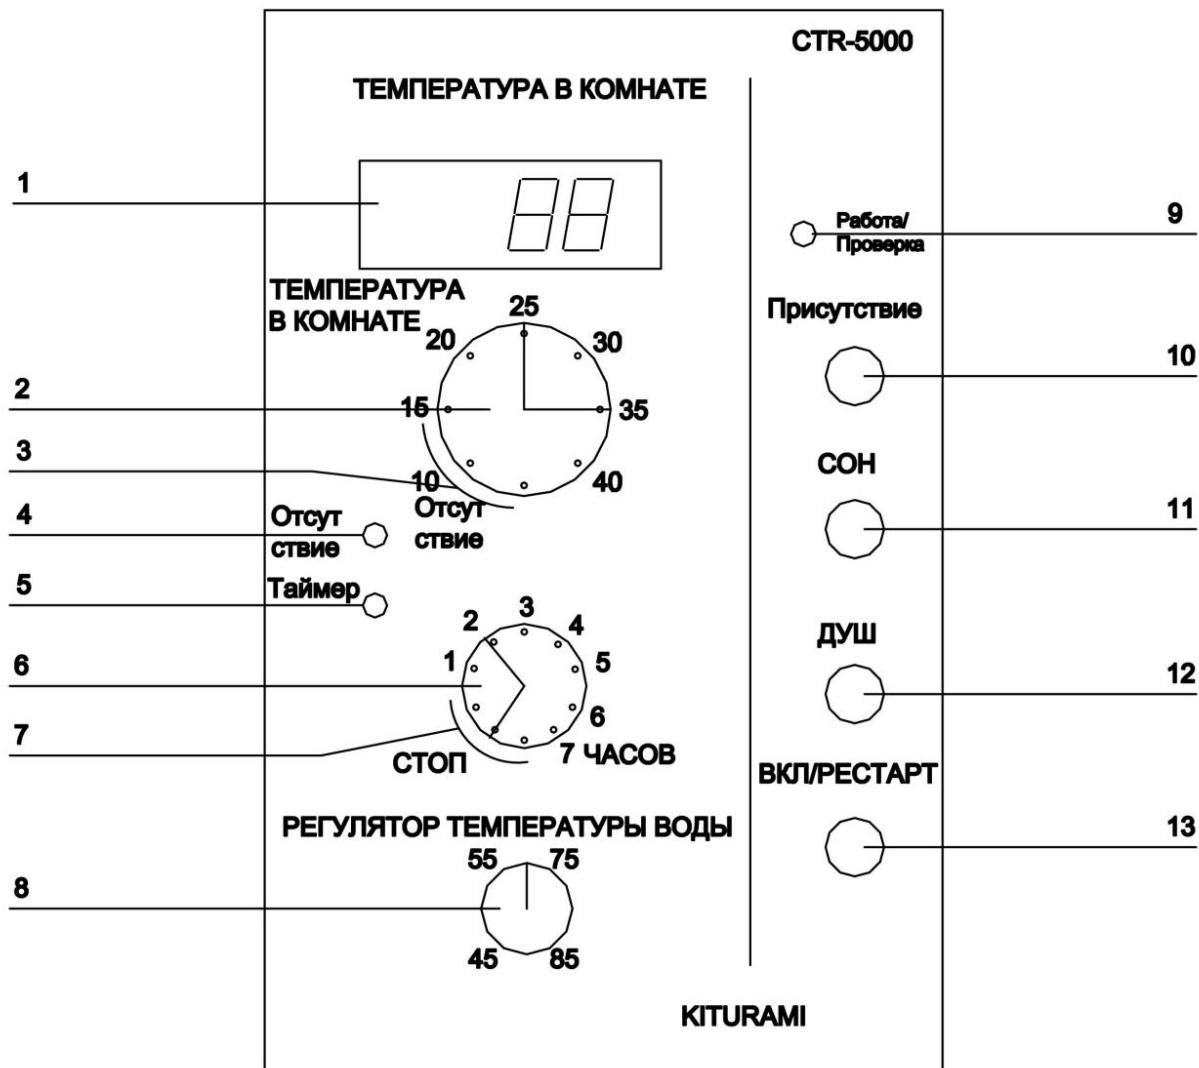

Рис. 10
- дисплей (Поз.1; рис. 10);
- светодиод «ОТСУТСТВИЕ» (Поз.4; рис. 10);
- светодиод «ТАЙМЕР» (Поз.5; рис. 10);
- светодиод «РАБОТА/ПРОВЕРКА» (Поз.9; рис. 10);
- подсветка кнопки «ПРИСУТСТВИЕ» (Поз. 10; рис. 10);
- подсветка кнопки «СОН» (Поз.11; рис. 10);
- подсветка кнопки «ДУШ» (Поз. 12; рис. 10).
Кнопка «ВКЛ/РЕСТАРТ» (Рис. 10; поз. 13). Элемент прибора, предназначенный для включения (выключения) прибора CTR-5000 и котла.
Дисплей (Рис. 10; поз.1). Элемент прибора, предназначенный для отражения текущей температуры в помещении.
Дополнительно, дисплей отражает настройки и информирование, выполненные при программировании прибора. **Светодиод «РАБОТА/ПРОВЕРКА»** (Рис. 10; поз.9). Элемент прибора, предназначен для информирования о включении или выключении функции «РАБОТА/ПРОВЕРКА». Светодиод «РАБОТА/ПРОВЕРКА» информирует:
Регулятор «ТЕМПЕРАТУРА В КОМНАТЕ» (Рис. 10; поз.2). Элемент прибора предназначен для предварительной установки параметра обогреваемой температуры отапливаемого объекта, или для включения функции «ОТСУТСТВИЕ» (Рис. 10; поз. 3).
Регулятор «ТАЙМЕР». (Рис. 10; поз.6).
Основная установка этого регулятора напротив отметки «СТОП». (Рис. 10; поз.7).
Регулятор «ТЕМПЕРАТУРА ВОДЫ». (Рис. 10; поз.8). Регулятор предназначен для предварительной установки температуры теплоносителя в котле. Выбор этой температуры выполняется при помощи шкалы в диапазоне от 45°C до 85°C, с градацией шкалы, 2,0 °C. Регулятор обслуживает функции «ПРИСУТСТВИЕ», «СОН» и «ТАЙМЕР».